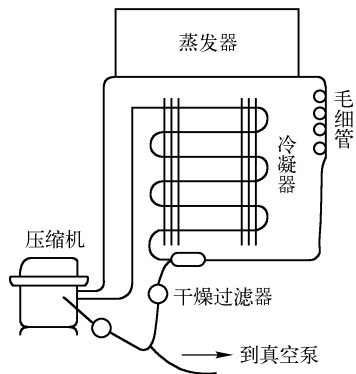

图 1-13 高、低压双侧抽真空示意图
(1) 制冷系统的抽真空 在检修电冰箱、空调器制冷系统时，必然会有一定量的空气进入系统中，空气含有一定量的水蒸气，这会对制冷系统造成膨胀阀冰堵、冷凝压力升高、系统零部件被腐蚀等影响。由此可见，对系统检修后，在未加入制冷剂前，对系统抽真空是十分重要的。
①低压单侧抽真空 低压单侧抽真空是利用压缩机上的工艺管进行的，而且可利用试压检漏时焊接在上艺管上的三通修理阀进行。低压单侧抽真空操作简便，焊接点少，减少了泄漏孔。缺点是制冷系统的高压侧中的空气须经过毛细管抽出，由于毛细管的流阻很大，当低压侧中的残留空气的绝对压力已达到 133Pa 以下时，高压侧残留空气绝对压力仍会在 1000Pa 以上，虽然反复多次使制冷系统内的残留空气减少，但却很难使制冷系统的真空度达到低于 133Pa 的要求。
②高、低压双侧抽真空 高、低压双侧抽真空，能使制冷系统内的绝对压力在 133Pa 以下。对提高制冷系统的制冷性能有利，故近年来被广泛采用。高、低压双侧抽真空方法示意图如图 1-13 所示。